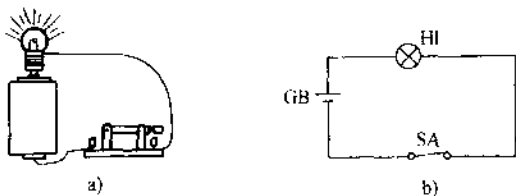

图 1—1 电路及电路图
(1) 电路。电路就是电流的通路，它是为了某种需要由某些电工设备或电工元件通过导线和开关的连接，按一定方式组合起来的。图 1—1a 所示为由电池、小电珠、开关和连接导线构成的一个简单直流电路。当合上开关时，电池向外输出电流，电流流过小电珠，小电珠就会发光。
(2) 电路图。电路可以用电路图来表示，图中的设备或元件用国际统一规定的符号表示。图 1—1b 所示为图 1—1a 电路的电路图。